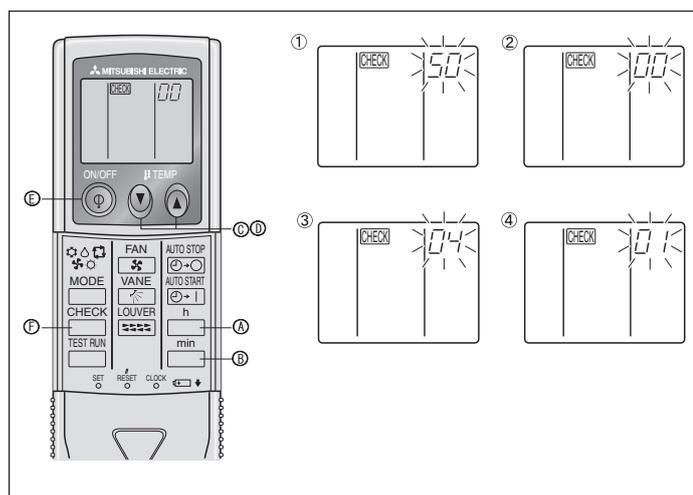

Fig. 6-7
- ⑧ Pulse el botón MODE (E) para que el modo y el número de configuración (1) y (2) estén continuamente activados y se pueda confirmar el contenido de la configuración.
- ⑨ Mantenga simultáneamente presionados los FILTER (A) y TEST RUN (B) durante dos segundos por lo menos. La pantalla de selección de funciones desaparecerá momentáneamente y aparecerá la visualización de desconexión (OFF) del acondicionador de aire.
2) Para el controlador remoto inalámbrico por infrarrojos (Fig. 6-7)